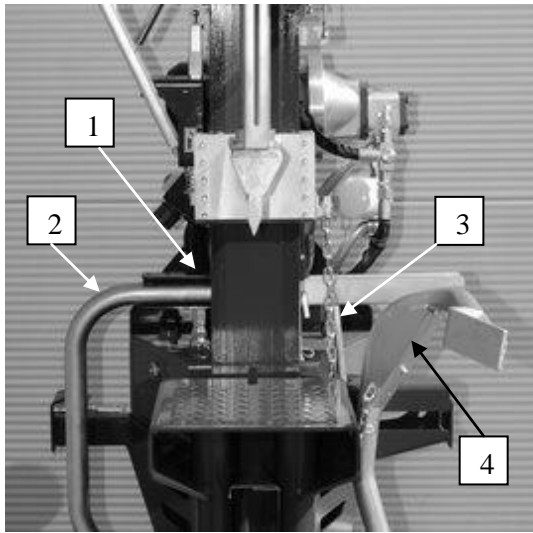

Bild 19
- Den Stift (1) herausziehen.
- Den Spaltholzträger (2) aus der Führung ziehen, nach oben drehen (bzw. nach unten) so, dass er senkrecht auf das Gestell gerichtet ist. Danach den Träger nach hinten in eine von beiden Stellungen schieben (Bild 19).
- Den Stift (1) einstecken.
- Den Hebel der Zuhaltung (3) drücken und den Hebebogen (4) in die Arbeitsstellung schieben, wo er automatisch einrastet (Bild 19).